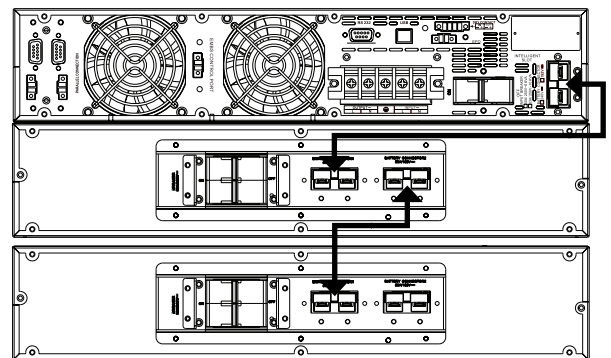

Abb. 13. Anschluss mit Batteriemodulen.
- In der Abb. 13 wird der Anschluss eines Geräts mit 10 kVA in einer Rack-Anordnung mit zwei Batteriemodulen dargestellt. Für eine größere Anzahl so ähnlich wie in der Abbildung dargestellt vorgehen.